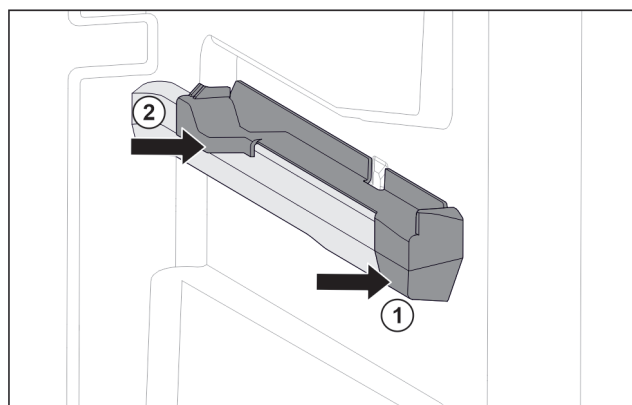

Fig. 102 Élément emboîtable sur la nervure de récipient droite
- Poser le devant de l'élément emboîtable contre la nervure de récipient. *Fig. 102 (1)*
- Enfoncer l'arrière de l'élément emboîtable. *Fig. 102 (2)*